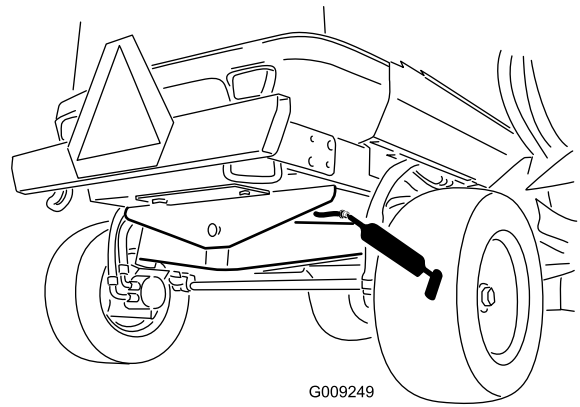

Bild 71
- 1 Hinterachsen-Drehbüchse (Bild 71)